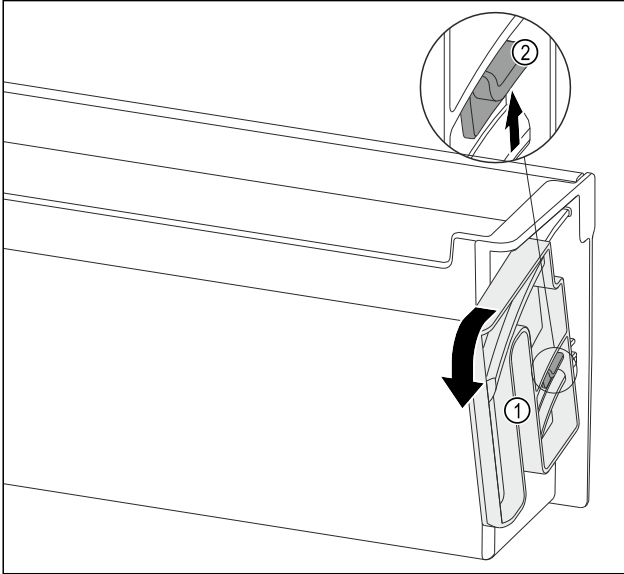

Fig. 92
- Çevirme ünitesini Fig. 92 (1) belirtilen yönde sonuna kadar çevirin.
- Mandalı Fig. 92 (2) yukarıya doğru bastırın ve çevirme ünitesini Fig. 92 (1) çıkarın.